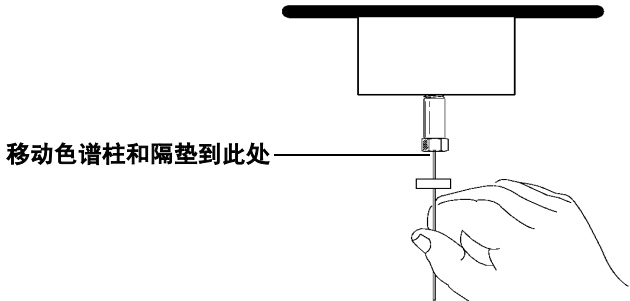

图 16 色谱柱定位
- 4 调节色谱柱的位置，使柱上的隔垫正好在柱螺帽底部（图 16）。